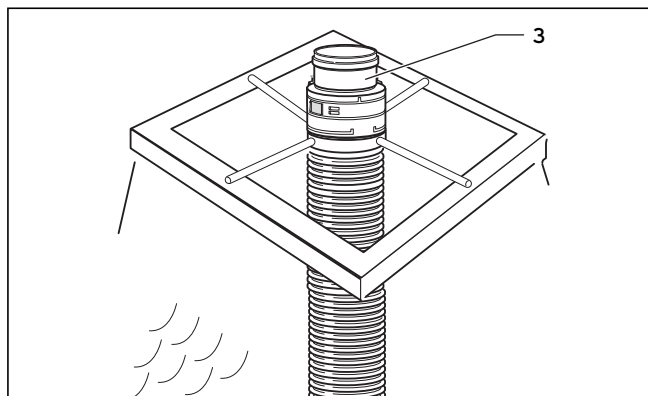

Рис. 5.43 Соединительный элемент с гибким дымоходом
- Вставьте соединительный элемент с муфтой (3) до упора в дымоход и закрепите его защелками. Дымоход висит в монтажной крестовине (см. рис. 5.43).